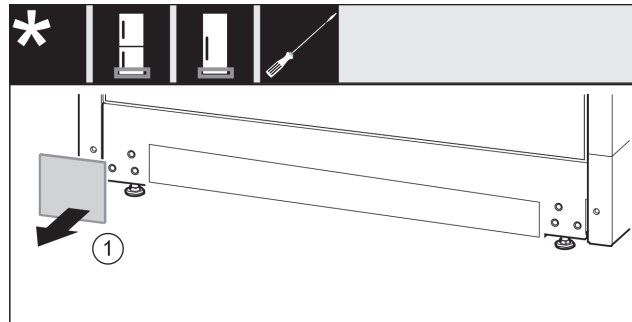

Fig. 14
- ▶ Снимите крышку Fig. 14 (1).